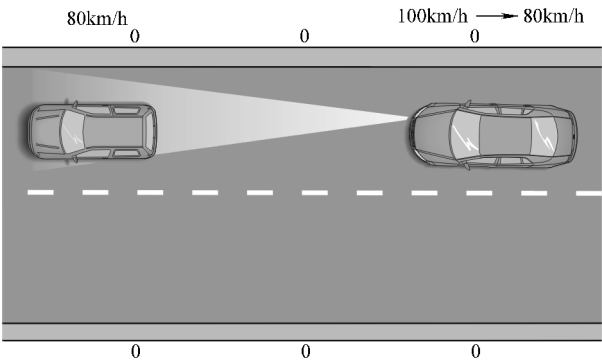

图 4-148 车辆减速行驶
(1) 车辆匀速行驶 如果在车距传感器的探测区域内没有发现车辆，则车距传感器会发送信号给电控单元。电控单元会控制车辆保持期望车速行驶。
(2) 车辆减速行驶 如果一辆带 APC（自动车距控制）系统的汽车（后车辆），其车距传感器探测到前方同一车道上有一辆行驶较慢的汽车（前车辆），车距传感器向 APC 系统控制单元输入信号，APC 系统控制单元会自动控制减小发动机的转矩，并在必要时采取必要的制动，以此将两车车距调节到驾驶人预设的值，该值为受时间控制的值，如图 4-148 所示。